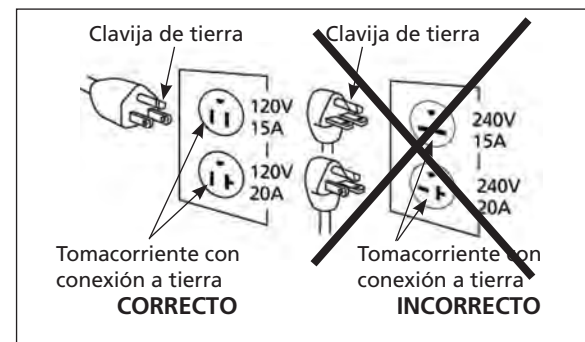

Figura 3 - Método de conexión a tierra
1. Este producto es para usarse en un circuito con 120 voltios nominales. Debe estar conectado a tierra. En caso de cortocircuito eléctrico, la conexión a tierra reduce el riesgo de descarga eléctrica al proporcionar un cable de escape para la corriente eléctrica. La unidad está equipada con un cable que tiene una clavija de tierra. Encajará en uno de los tipos comunes de tomacorriente que se muestran en la Figura 3. Si el enchufe no encaja en el tomacorriente deseado, haga que un electricista calificado cambie el enchufe o el tomacorriente.